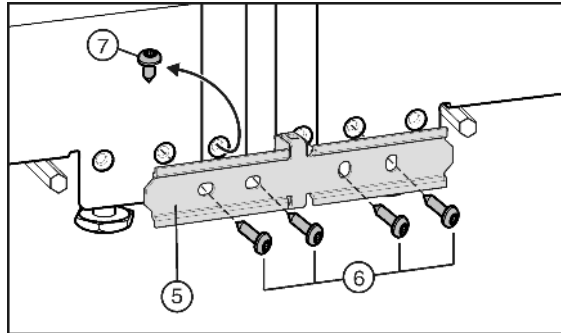

Fig. 6
- ▶ Mikäli laite on toimitettu varustettuna esiasennetulla ruuvilla Fig. 6 (7): Kierrä ruuvi irti.
- ▶ Kiinnitä liitospelti Fig. 6 (5) toiseen laitteeseen kahdella ruuvilla Fig. 6 (6) löysästi.